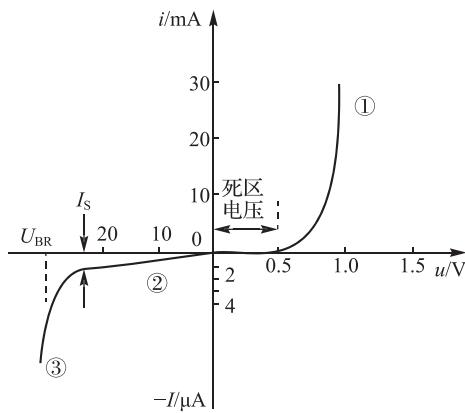

图 1-11 硅二极管的伏安特性
二极管的伏安特性如图 1-11 所示(以硅管为例), 可分为以下三部分:
由图 1-11 的第①段可见, 在二极管的正向特性的起始部分, 当外加正向电压较小时, 外电场还不足以克服 PN 结内电场对多数载流子造成的阻力, 因此, 这时的正向电流几乎为零, 二极管呈现很大的电阻, 这个电流为零的范围称为死区, 相应的电压称为死区电压。死区电压也称为门限电压或阈值电压。一般硅管的死区电压约为 0.5 V, 锗管的死区电压约为 0.1 V。当外加正向电压大于死区电压后, 内电场被削弱, 正向电流迅速增加, 二极管正向导通后, 外加电压稍有增加, 电流即有很大增加, 这时二极管呈现的电阻很小。一般情况下, 硅管的正向导通压降为 0.6~0.8 V, 典型值可取 0.7 V; 锗管的正向导通压降为 0.2~0.4 V, 典型值可取 0.3 V。
二极管的反向特性对应图 1-11 中的第②段。二极管的 PN 结在反向电压作用下, 由少数载流子漂移形成的反向电流很小, 在反向电压不超过某一范围时, 反向电流基本恒定, 故通常称之为反向饱和电流, 此时二极管处于截止状态。在同样的温度下, 硅管的反向电流比锗管小。正常情况下硅管的反向电流约为  $1 \mu\text{A}$  至几十微安, 锗管的反向电流可达几百微安。
当反向电压继续增加到某一值时, 反向电流急剧增大, 称为反向击穿, 此时, 二极管两端的反向电压几乎不变, 该电压称为反向击穿电压, 用  $U_{BR}$  表示。反向击穿特性对应图 1-11 中的第③段, 反向击穿后二极管就失去了单向导电性。